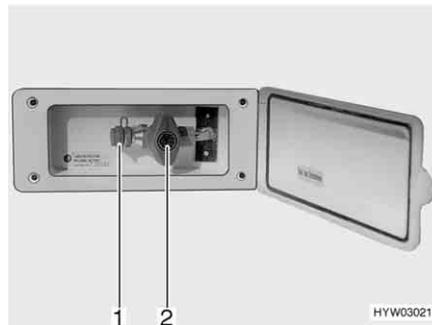

Fig. 108 Toma exterior de gas (válvula de paso de gas cerrada)
La toma externa de gas (Fig. 108) está, en función del modelo, en la parte trasera o en el lado izquierdo o derecho del vehículo.
- Conectar el aparato de gas externo en el punto de conexión (Fig. 108,1).
- Abrir la válvula de paso de gas (Fig. 108,2).